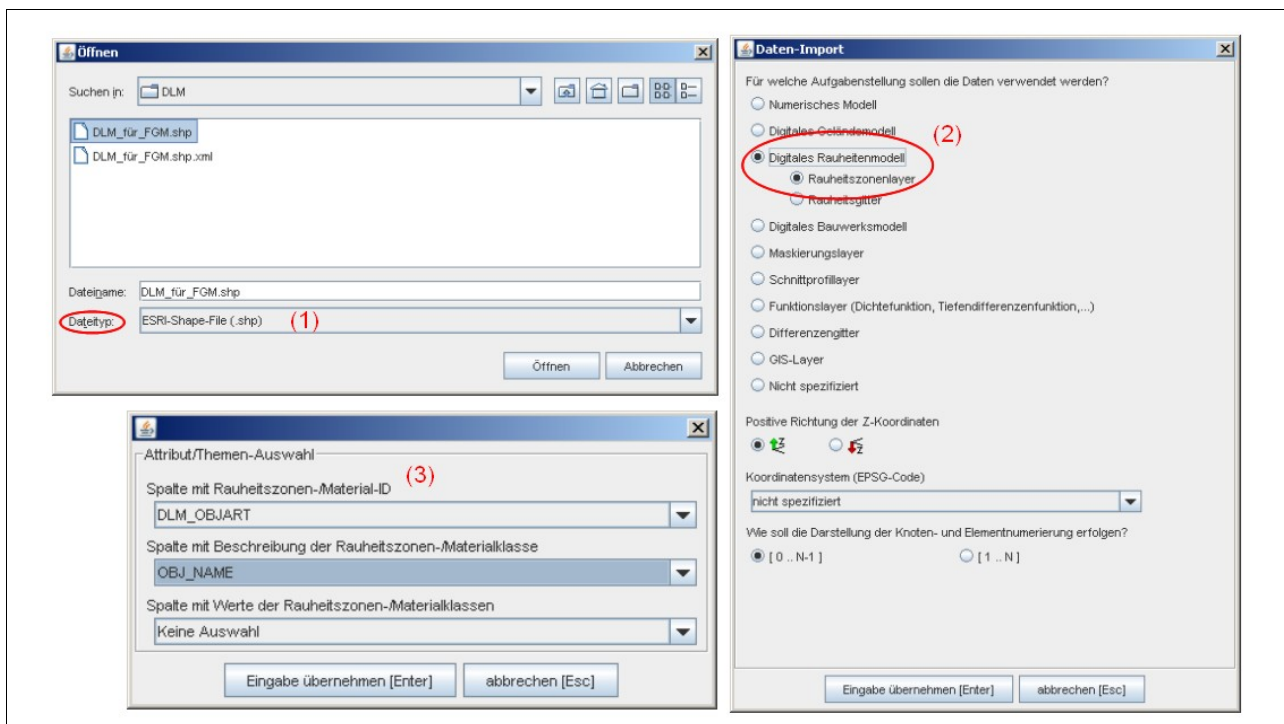

Abbildung 8: Einladen eines Arc View Shapes als digitales Rauheitenmodell.
Laden Sie einen Shape-Layer, indem Sie den Dateityp 'ESRI-Shape-File (.shp)' (1) als Dateifilter auswählen, anschließend werden Ihnen alle in dem Verzeichnis liegenden Shape-Dateien angezeigt. Als Beispiel wird hier eine DLM-Datei gewählt (siehe Abbildung 8). Nach dem Klicken auf die Schaltfläche [Öffnen], muss im 'Daten-Import' Fenster der Aufgabenbereich 'Digitales Rauheitenmodell' → 'Rauheitszonenlayer' (2) ausgewählt werden (siehe Abbildung 8). Wurde die Eingabe vom Anwender übernommen, öffnet sich ein Fenster, in welchem Shape-Attribute ausgewählt werden können. In unserem Beispiel wird das Attribut 'OBJ_NAME' ausgewählt, da sich dahinter die für uns interessanten Materialbezeichnungen, wie z. B. Wald, Grünland, Wohnbaufläche, befinden (3). Ebenso kann aus der Shape-Attributen-Liste ein Attribut gewählt werden, welches automatisch als Material ID (ID der Rauheitszone) verwendet wird (hier: DLM_OBJART).